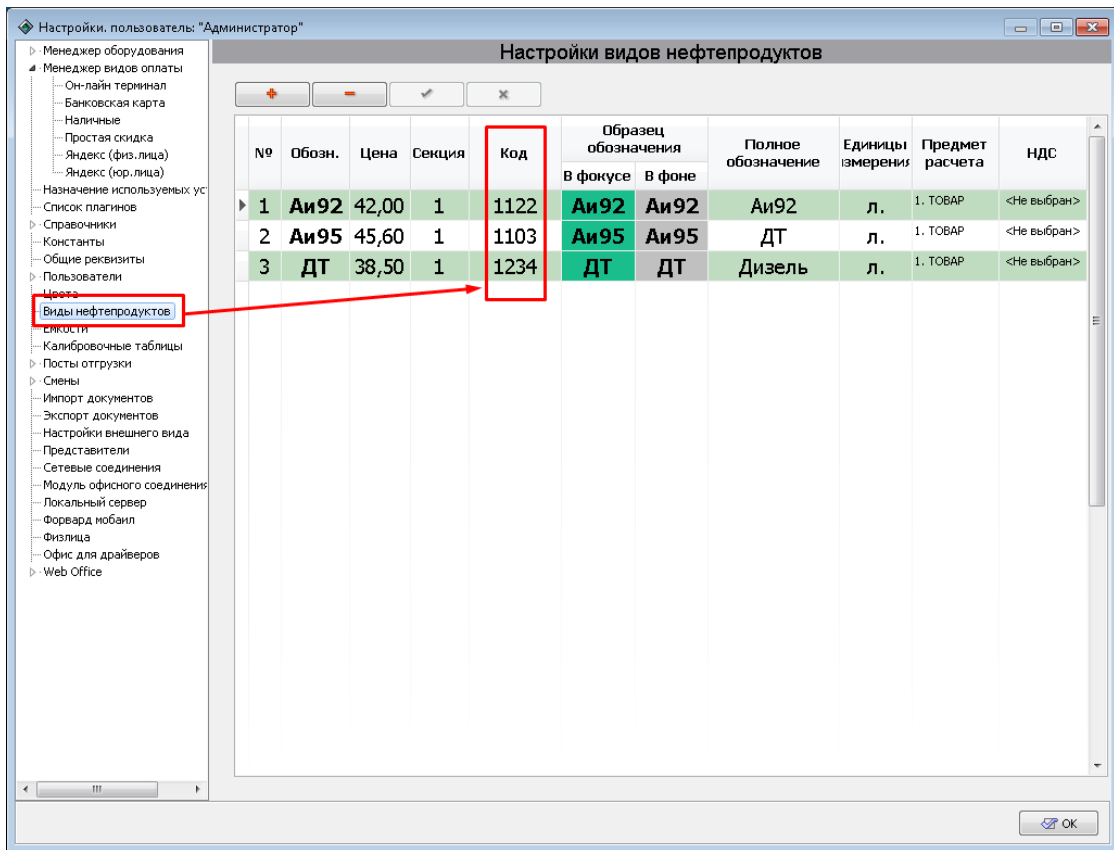

Рисунок 124.
20. Убедитесь, что в видах нефтепродуктов каждый вид топлива имеет уникальный внешний код (столбец “Код” в настройках видов топлива, кодом может быть любое числовое значение). **Внешние коды топлива должны быть числовыми** (рисунок 124):